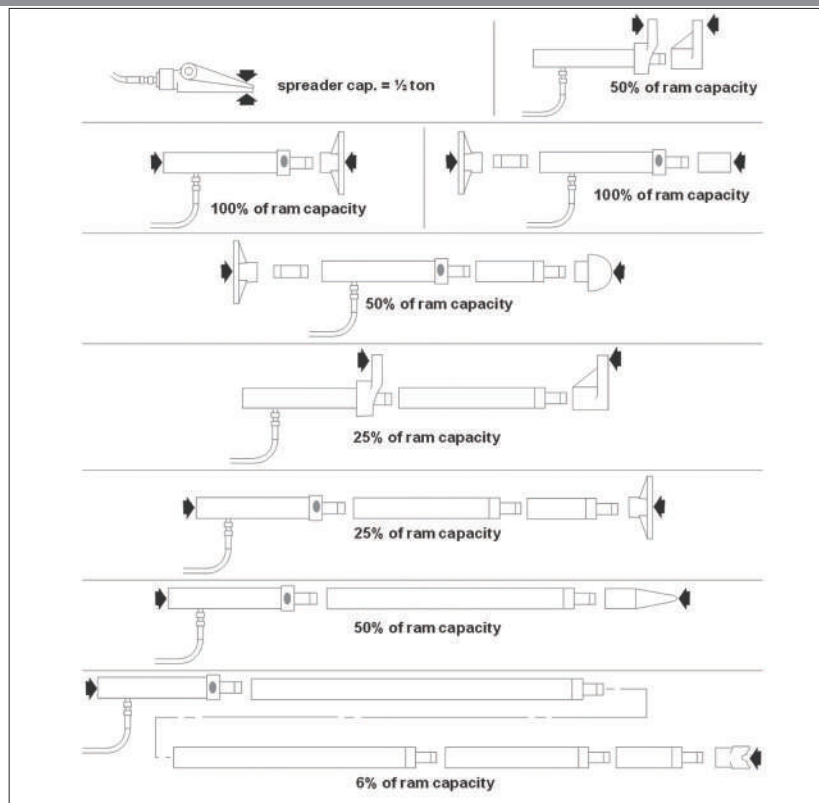

Fig. 01
- Wenn die Anbauteile verwendet werden, sinkt die Nennkapazität des Hydrauliksystems um 50 %. Für jedes weitere montierte Verlängerungsrohr sinkt die Nennkapazität um weitere 50 %. Falls zwei oder mehr Verlängerungsrohre verwendet werden, bauen Sie immer das kürzeste Rohr am weitesten von der Ramme entfernt ein.(Fig. 01)
- When offset attachments are used ,the rated capacity of the hydraulic system is reduced 50%.For each extension tube used the setup,the rated capacity is reduced another 50%.When using two or more extension tubes together ,always position the shortest tube farthest away from the ram.(Fig. 01)